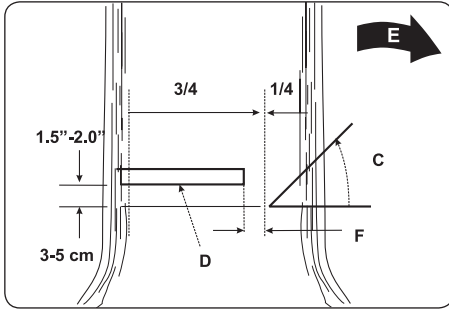

Fig. 13
MISE EN GARDE: Ne marchez pas devant un arbre à entaille. Le trait d'abattage (D) se fait du côté opposé de l'arbre à 3-5 cm au-dessus de la base horizontale de l'entaille (C) (Fig. 13).